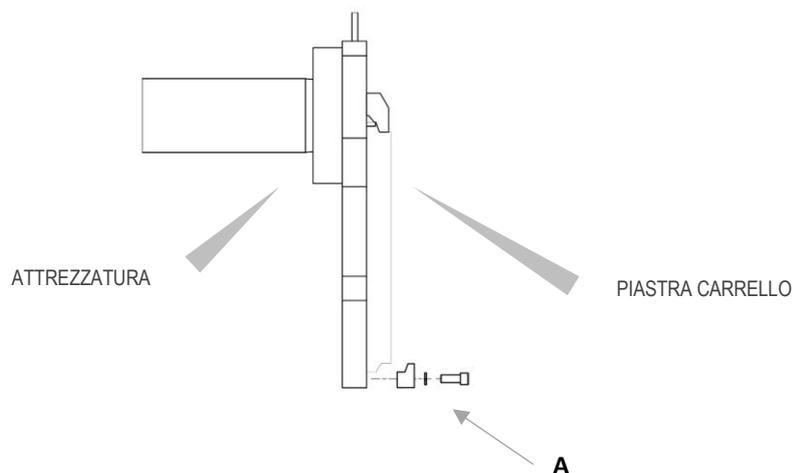

Figura 4
6. Riavvitare i 2 ganci inferiori **G** (particolare **A** nella Figura 4) in modo che il corpo di questi rimanga agganciato anche inferiormente alla piastra porta forche **P** (con gioco max. 1,5mm, vedi dettaglio), serrando con coppia di serraggio indicata nella Tabella 2.